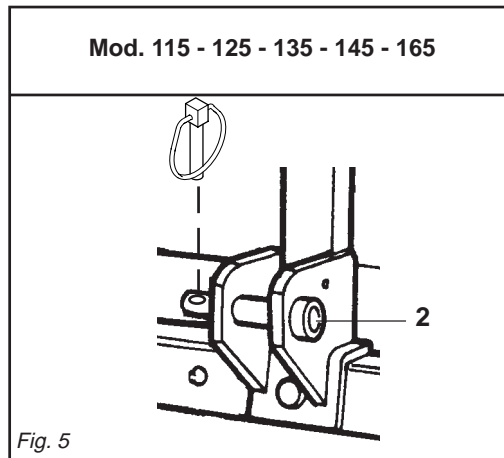

Fig. 5
Poichè le barre del sollevatore di ciascun trattore hanno una loro lunghezza ed un foro con un ben determinato diametro, è necessario per ogni modello determinare la posizione più favorevole della zappatrice da applicare, inserendo i perni (2 Fig. 5) nei fori delle piastre più indicate a seconda della necessità e del giusto diametro.
- 1 - Accostare le barre del sollevatore ponendole all'interno delle piastre più indicate (1 Fig. 5), inserire il perno (2 Fig. 5) nel foro predisposto e bloccare
The implement may only be hitched to the tractor on flat ground. All steering hoes can be hitched to any tractor equipped with a universal three-point coupling. Since the lifting bars of the lift on each tractor are of a certain length and possess a hole with a certain diameter, it will be necessary to establish the most favourable position for the steering hoe according to the model in question. This is done by inserting the pins (2 Fig. 5) into the most suitable plate holes as required.
- 1 - *Near the lift bars, setting them in the most suitable plates (1 Fig. 5). Insert the pin (2 Fig. 5) into the relative hole and lock in place with the snap-in split pins.*
Der Anbau des Gerätes am Schlepper muß auf ebenem Boden erfolgen. Alle Hackfräsen lassen sich an jedem Schlepper montieren, der mit einer universellen Dreipunkt-Kupplung versehen ist. Da die Lenker jedes Schlepplers eine andere Länge und ein Loch mit einem bestimmten Durchmesser haben, ist es für jedes Modell erforderlich, die günstigste Anbauposition der Hackfräse festzulegen, indem man die Bolzen (2 Abb. 5) in die Löcher der Platten steckt, die je nach Bedarf und dem richtigen Durchmesser in Frage kommen. Der Hersteller haftet nicht für Schaden am Schlepper.
- 1- Die Lenker des Krafthebers annähern und in die am besten geeigneten Platten schieben (1 Abb. 5). Den Bolzen (2 Abb. 5) in das Loch stecken und
Les barres du relevage de chaque tracteur ont une longueur et un trou d'un diamètre donné; pour chaque modèle, il faudra donc déterminer la position plus favorable de la houe à monter, en mettant les axes (2 Fig. 5) dans les trous des plaques les plus appropriées suivant les nécessités et du diamètre convenable. Notre société décline toute responsabilité en cas de dommages au tracteur.
- 1 - *Approchez les barres du relevage en les plaçant à l'intérieur des plaques les plus appropriées (1 Fig. 5), introduisez l'axe (2 Fig. 5) dans le trou correspondant et bloquez par les goupilles à encastrement.*
Considerando que las barras del elevador de cada uno de los tractores tienen una longitud y un orificio con un preciso diámetro, es necesario para cada modelo determinar la posición más favorable de la binadora a aplicar, introduciendo los pernos (2 Fig. 5) en los orificios más adecuados de acuerdo a su diámetro.
- 1- Acercar las barras del elevador poniéndolas dentro de las placas más indicadas (1 Fig. 5), introducir el perno (2 Fig. 5) en el orificio y bloquear con los pasadores de resorte.